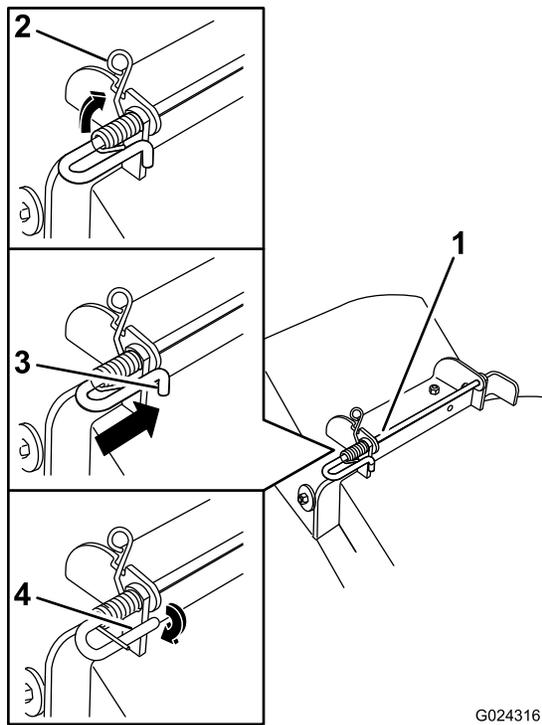

Figura 70
5. Levante el extremo del muelle que tiene bucle y colóquelo en la muesca del soporte del deflector (Figura 70).
6. Fije el conjunto de varilla y muelle torciéndolo de manera que el extremo corto de la varilla pueda colocarse detrás del soporte delantero que está soldado a la carcasa (Figura 70).